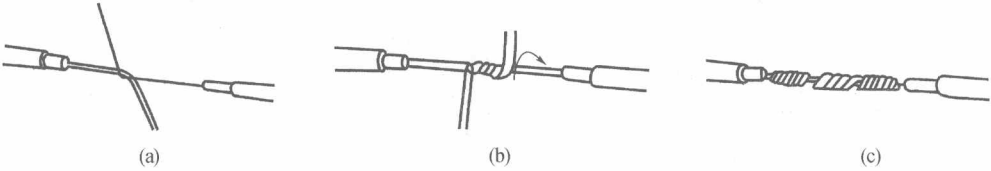

图 1-26 单股铜芯导线的直线连接
① 单股铜芯导线的直线连接,如图 1-26 所示。连接步骤如下:
a. 如图 1-26(a)所示,将两导线芯线线头成 X 形相交;b. 如图 1-26(b)所示,互相绞合 2 圈~3 圈后扳直两线头;c. 如图 1-26(c)所示,将每个线头在另一芯线上紧贴并绕 6 圈,用钢丝钳切去余下的芯线并钳平。